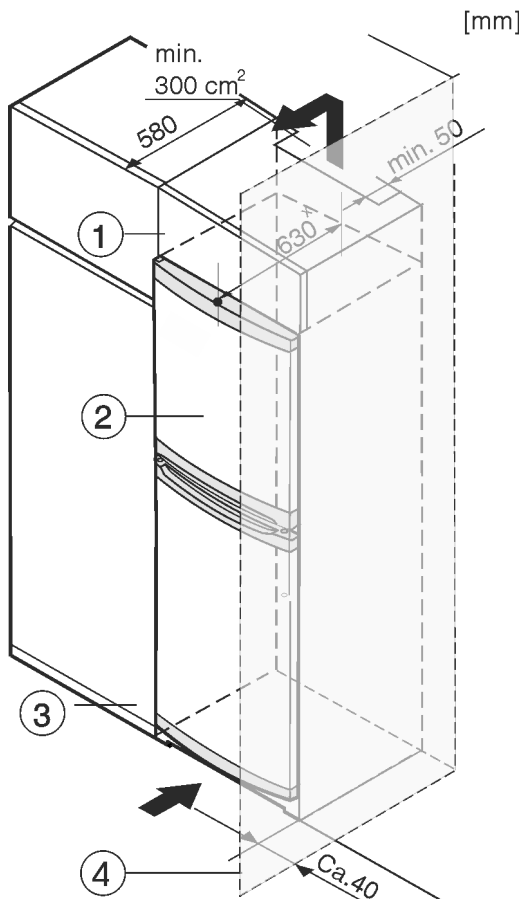

Fig. 7
Enheden kan bygges inn i kjøkkenskap. For å tilpasse enheten Fig. 7 (2) til kjøkkeninnredningens høyde, kan et innbyggingskap Fig. 7 (1) monteres over enheten.
Ved ombygging med kjøkkenskap (dybde maks. 580 mm) kan enheten stilles opp rett ved siden av kjøkkenskapet Fig. 7 (3). Apparatet stikker fram på siden 34 mm × og i midten av apparatet 50 mm × i forhold til kjøkkenskapets front.
Hvis enheten plasseres med hengslene mot en vegg Fig. 7 (4), må avstanden mellom enheten og vegg være minst 40 mm. Dette tilsvarer hvor mye håndtaket stikker ut når døren er åpen.